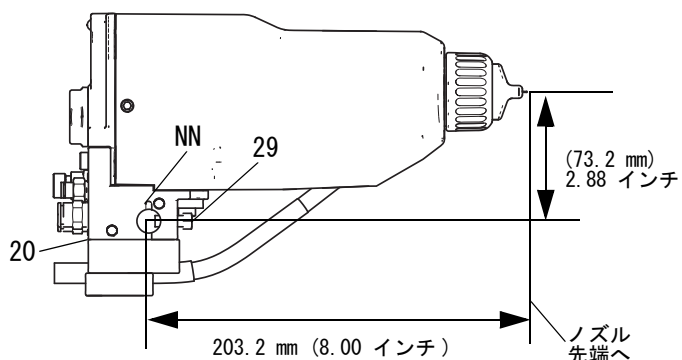

図 4 取り付け
1. マニホールドの 2 本のセットネジ (29) をゆるめて、マニホールド (20) を 13 mm (1/2 インチ) 取り付けロッドにスライドします。図 4 を参照してください。
**メモ:** 位置決めの精度を上げるために、3 mm (1/8 インチ) の位置決めピンをブラケットのスロット (NN) に合わせ、ロッドの穴を通します。詳細は 図 4 を参照してください。